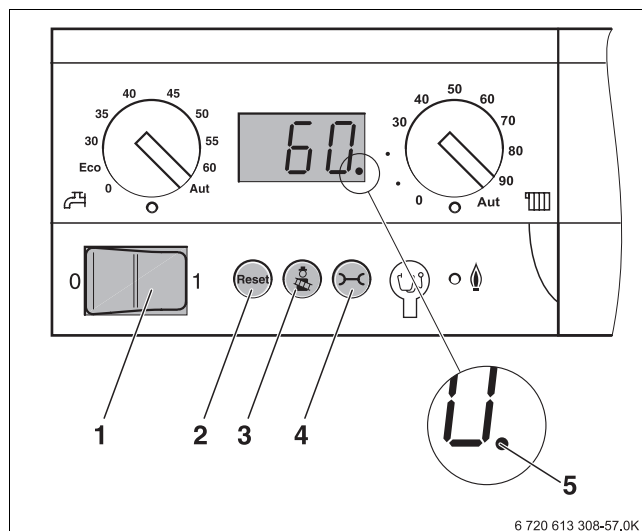

Bild 69 Basiscontroller Logamatic BC10
- Betriebsschalter (→ Bild 69, 1) am BC10 auf „0“ (Aus) stellen.
- Heizungsanlage über den Betriebsschalter am Basiscontroller BC10 wieder in Betrieb nehmen. Hierzu Betriebsschalter (→ Bild 69, 1) am BC10 auf „1“ (An) stellen.
- Taste „Statusanzeige“ (→ Bild 69, 4, Seite 64) so oft drücken, bis die Temperaturanzeige im Display erscheint.
- Taste „Schornsteinfeger“ (→ Bild 69, 3, Seite 64) drücken, um die Messung zu beenden. Der Dezimalpunkt rechts unten im Display erlischt.
- Heizungsanlage über den Betriebsschalter am Basiscontroller BC10 außer Betrieb nehmen. Hierzu Betriebsschalter (→ Bild 69, 1, Seite 64) am BC10 auf „0“ (Aus) stellen.
- Heizungsanlage über den Betriebsschalter am Basiscontroller BC10 wieder in Betrieb nehmen. Hierzu Betriebsschalter (→ Bild 69, 1, Seite 64) am BC10 auf „1“ (An) stellen.